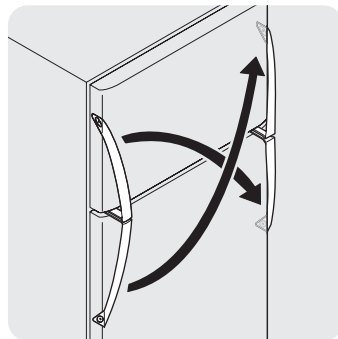

Figure 3 - Inverser les poignées
- Inversez les portes du congélateur et du réfrigérateur, comme illustré à la Figure 3.